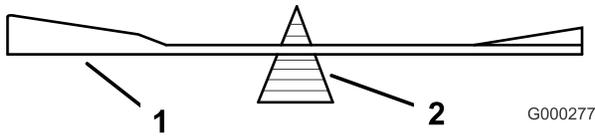

Bild 53
- Überprüfen Sie die Auswuchtung des Schnittmessers auf einer Ausgleichmaschine (Bild 53). Wenn das Schnittmesser in seiner horizontalen Position bleibt, ist es ausgewuchtet und kann wieder verwendet werden. Feilen Sie, wenn das Schnittmesser nicht ausgewuchtet ist, vom Flügelbereich des Messers etwas Metall ab (Bild 53). Wiederholen Sie diesen Vorgang, bis das Messer ausgewuchtet ist.
Wichtig: Der Windflügel des Schnittmessers muss nach oben zeigen, um einen guten Schnitt sicherzustellen (Bild 53).
- Bringen Sie das Schnittmesser, die Verstärkung, die Wellenscheibe und die Messerschraube an der Spindel an (Bild 53).